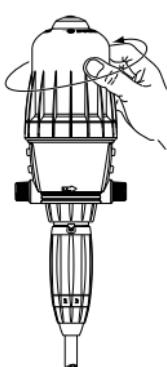

Abb. 13
- Die Glocke von Hand losschrauben und abnehmen (Abb. 13).